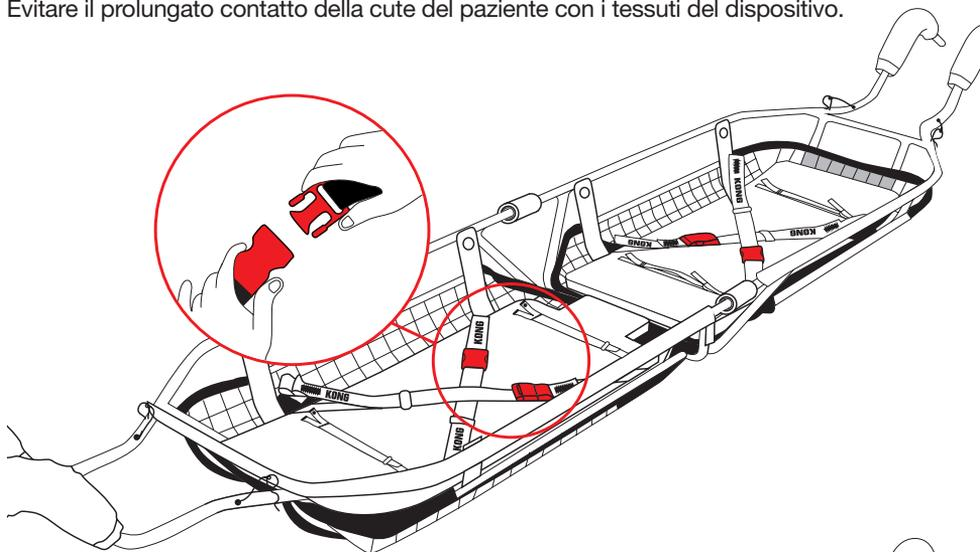

Fig.13
a) sganciare le fibbie ed aprire le fettucce di bloccaggio (fig. 13),